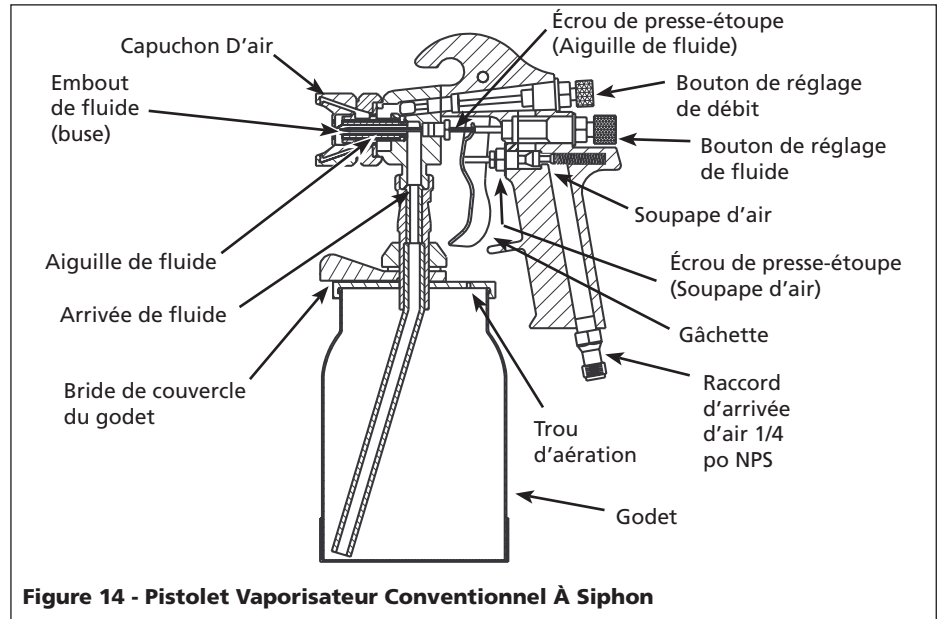

Figure 14 - Pistolet Vaporisateur Conventionnel À Siphon
- 5. Desserrer les écrous de presse-étoupe. Remplacer le presse-étoupe SEULEMENT si la fuite ne peut pas être étanchée en resserrant l'écrou. (Voir Figure 14). Ne pas trop serrer un écrou de presse-étoupe, ceci peut limiter le déplacement de l'aiguille.